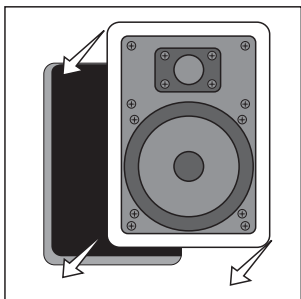

Figura 13—Coloque el altavoz cuidadosamente en la abertura.
6. Afloje las abrazaderas rotatorias de pared desatornillándolas. Gírelas hacia adentro para que el altavoz quepa por la abertura sin dañar la pared. Luego coloque el altavoz cuidadosamente en la abertura (figura 13).